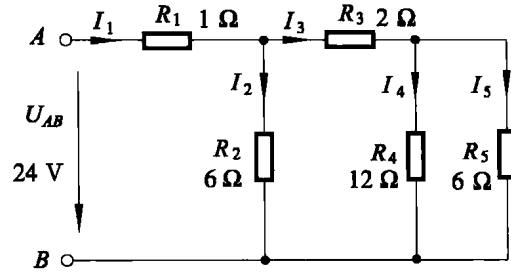

图 1-7 电阻混联电路
既有电阻串联又有电阻并联的电路称为混联电路，如图 1-7 所示。
显然，图 1-7 电路的连接关系是  $R_4 \parallel R_5$  然后再与  $R_3$  串联，然后再与  $R_2$  并联，最后再与  $R_1$  串联，即 A、B 端等效电阻  $R_{AB}$  为：
**例 4** 电路如图 1-7 所示，求 AB 两端等效电阻  $R_{AB}$ ，及各支路电流  $I_1$ 、 $I_2$ 、 $I_3$ 、 $I_4$ 、 $I_5$ 。